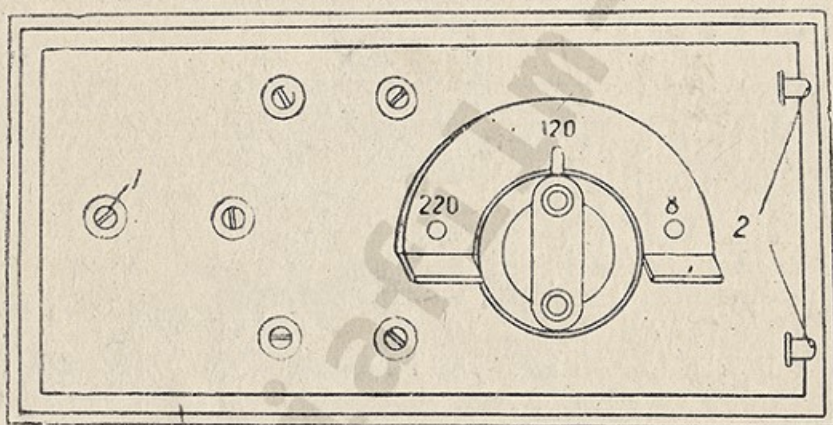

Рис. 6.
В случае, если исправная лампочка при включении аппарата в сеть не загорается, необходимо проверить соединение проводов внутри фильмоскопа. Для этого вывинчивают соединительный винт (1) (рис. 6) и осторожно, сняв подставку со скобок (2), освобождают её от корпуса.